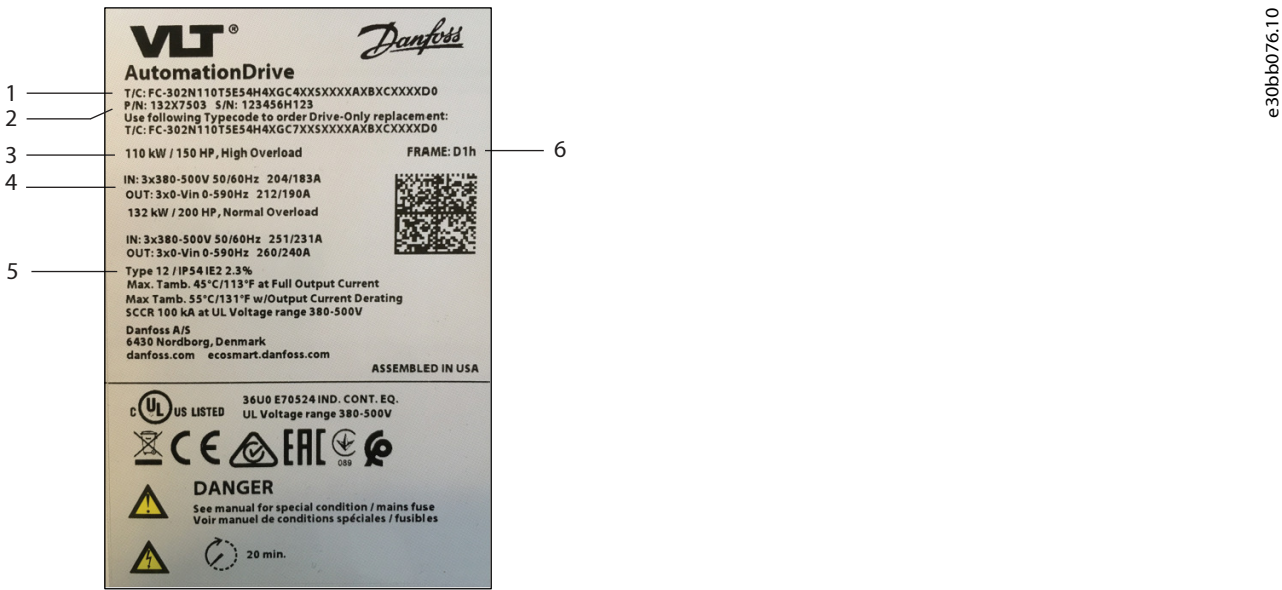

Abbildung 1: Beispiel für ein Produkttypenschild
1. Ermitteln Sie die Gehäusegröße. siehe Abbildung 1.